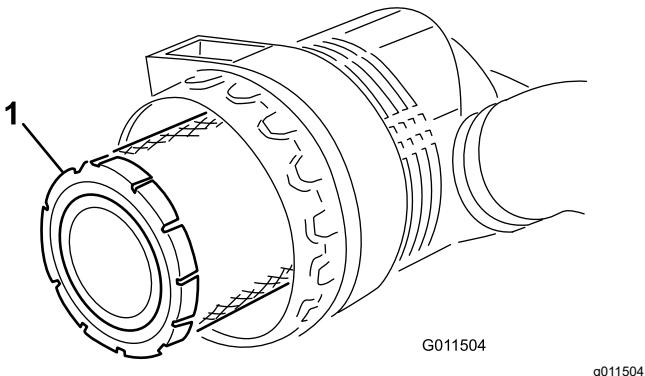

Bild 55
5. Entfernen und wechseln Sie den Hauptfilter aus (Bild 55).